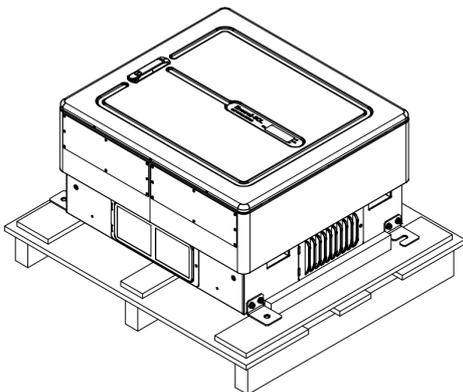

図 4.1 Enewell-SOL P2 開梱状態
- 置換用金具の交換作業を行う際は、輸送時使用の木枠から降ろすと交換作業が困難になるため、木枠上（図 4.1 Enewell-SOL P2 開梱状態）で行って下さい。